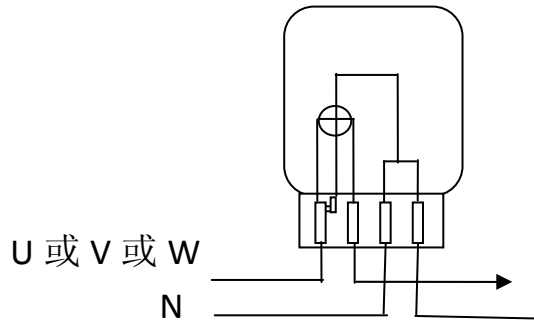

图 2
6) 单相表接线应符合 DL/T 825-2002 中附录 A 中图 A.1 要求，单相计量有功负荷直接接入方式的接线要求（如图 2）。不能将火线或者零线串接起来，否则会因多个用户电流集中流过端子导致过载烧坏。